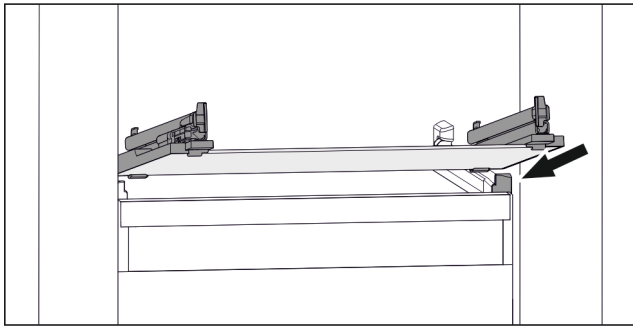

Fig. 69 Примерно изображение на стъклената плоча
- ▶ Поставете стъклената плоча под ъгъл зад ограничителите. (виж Fig. 69)